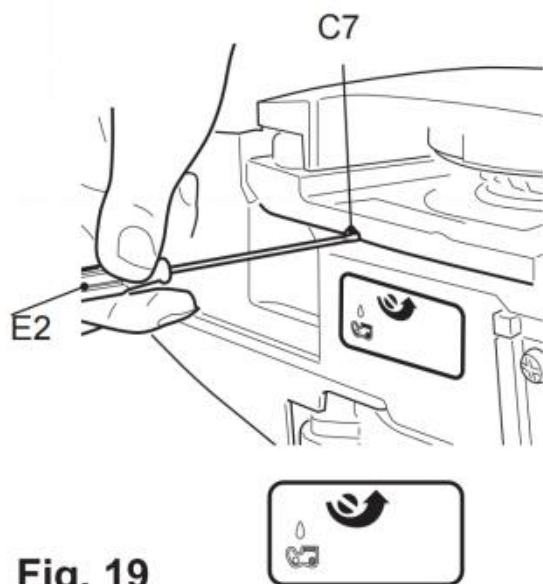

Fig. 19
4) Tournez la vis de réglage (C7) du graisseur située au bas du produit pour régler le débit d'huile de la chaîne avec l'outil multifonction (E2) (Fig. 19).